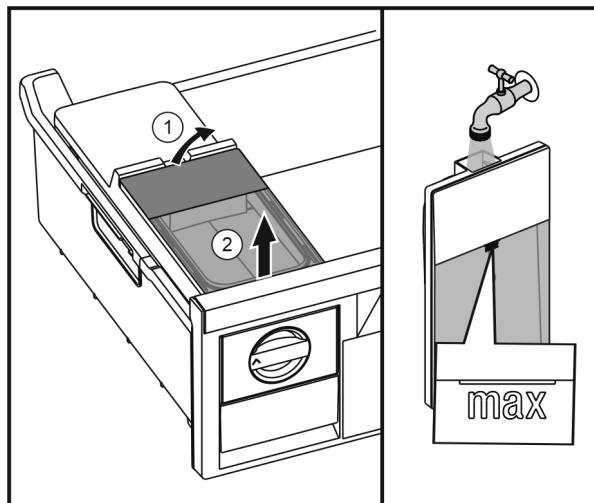

Fig. 43
- ▶ Levantar el depósito de agua por detrás Fig. 43 (1) y extraerlo hacia arriba Fig. 43 (2).